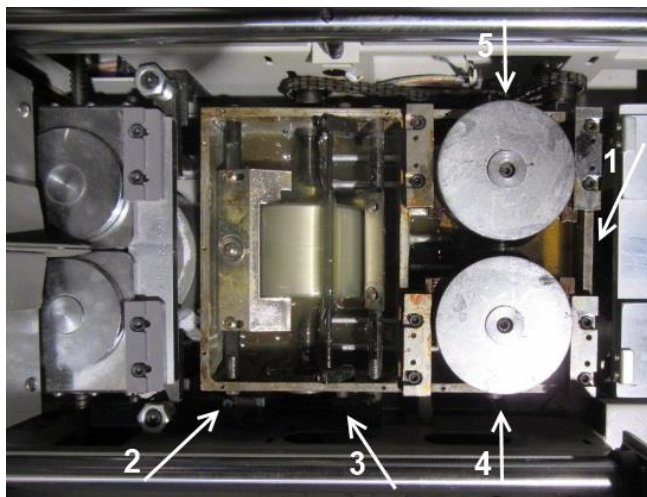

Рис. 1
Крепится в 3-х точках: с одной стороны, ближней к фрезе, на 2-х шарнирах, а с противоположной - подпружиненным винтом (**стрелка 1** – Рис. 1) для оперативной регулировки уровня «выше/ниже».
1. Ограничения слоя клея на валике (стрелка 2 – Рис. 1), а следовательно увеличения/уменьшения волны клея в месте соприкосновения валика и прутка,
2. Ограничения (выравнивания) слоя клея на торце книжного блока (стрелка 3 – Рис. 1).
В этой секции важна регулировка валиков строго по центру книжного блока. Регулировочные винты (стрелки 4 и 5 – Рис. 1) расположены по центральной оси роликов перпендикулярно движению каретки, сбоку ванны.